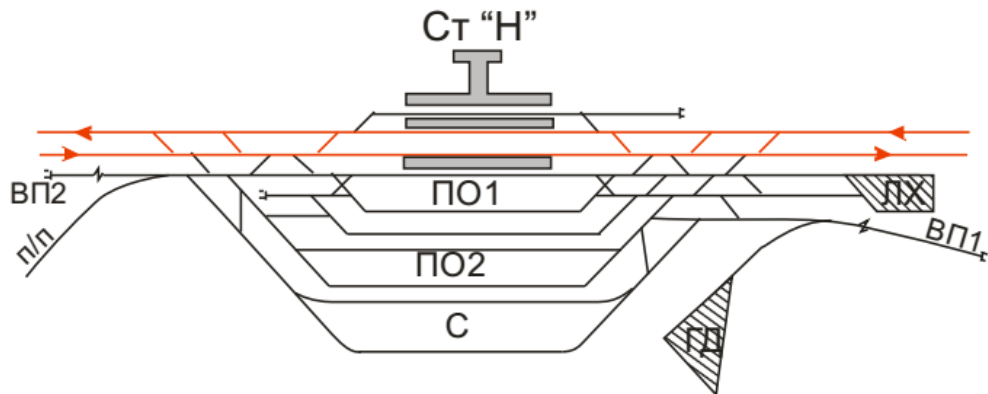

Рисунок 30.1. Схема железнодорожной станции.
1. Вычертить схему железнодорожной станции, пример схемы указан ниже на рис.30.1;